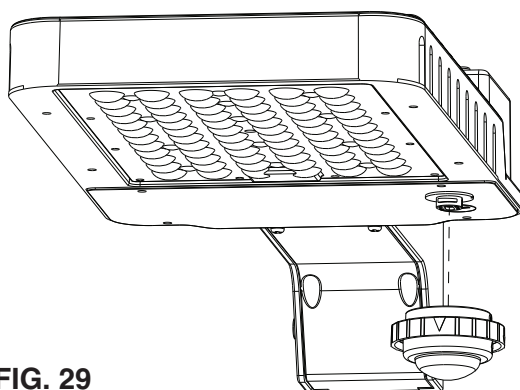

FIG. 29
3. Branchez le noeud de commande c-Max™ dans le réceptacle USB-C (voir la **FIG. 29**).